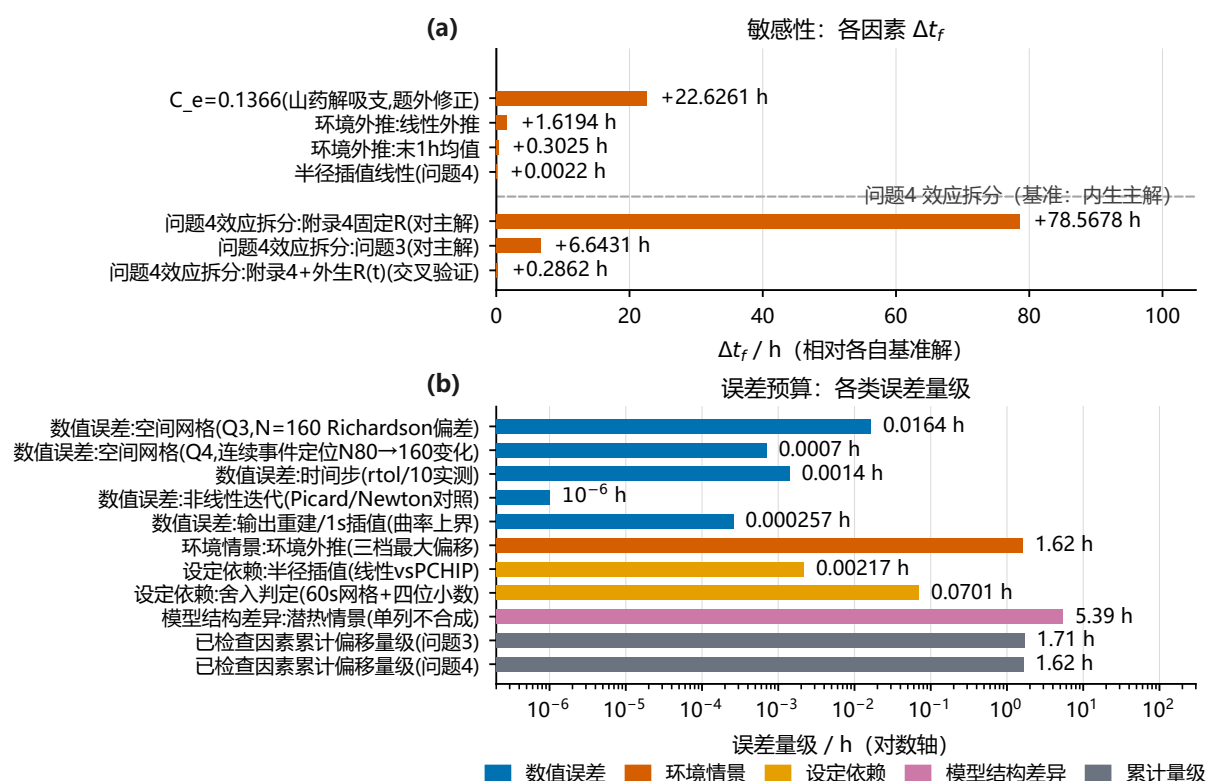

图 16 敏感性条形图: 各因素的 Δt_f 画成横向条形, 其中边界汇取值 $C_e = 0.1366$ (超出题设的修正) 的偏移 +22.63 h 最大, 环境外推 +1.62 h 次之, 半径插值仅 +0.002 h
每组都实测 Δt_f , 见表 12 与图 16。边界汇取值 (C_e) 是本题唯一能改变结论量级的因素: 改用解吸等温线 $C_e = 0.1366$ 后 t_f 增大 22.6 h (39.6%)。主结果一律采用本文
- 论文/ (6): 中药材烘干热湿耦合建模、守恒求解与模型检验.pdf、`result1.xlsx`、`result2.xlsx`、`result3.xlsx`、`result4.xlsx`、AI 工具使用声明.docx;
- 论文/支撑材料/代码/ (13): `analytic_heat.py`、`endogenous_calibrated.py`、`latent_scenario.py`、`mech_shrinkage.py`、`plot_all.py`、`run_all.py`、`run_m4.py`、`run_q1.py`、`run_q23.py`、`run_q4.py`、`solver_q1.py`、`solver_q23.py`、`solver_q4.py`;
- 论文/支撑材料/数据/ (20): `run_mech_A.py`、`run_mech_mainline.py`、`run_mech_refit.py`、`run_q4_endo.py`、`run_q4_endo_fields.py`、交付口径-核对.py、结果总账.csv、`paper_tables.csv`、`q4_endo_eval.csv`、`q4_split.csv`、`q4_endo_convergence.csv`、`mechRefit.csv`、`sensitivity.csv`、`error_budget.csv`、`latent_scenario.csv`、`D_of_C.csv`、`surface_flux.csv`、交付口径.md、力学升级 _ 修复重标定.md、内生收缩模型.md;
- 论文/支撑材料/结果/ (0): 空目录 (脚本的结果写入处, 交付结果同时在包根目录);
- 论文/支撑材料/图表/ (17): `fig1_ 输入数据.pdf`、`fig2_ 问题 1 解析验证.pdf`、`fig3_ 温湿剖面.pdf`、`fig4_ 达标穿越.pdf`、`fig5_ 敏感性.pdf`、`fig6_ 收缩机制分析.pdf`、`fig7_ 内生收缩贴合.pdf`、`fig9_ 截面演化.pdf`、`fig10_ 力学升级.pdf`、`fig11_ 扩散系数与时间尺度.pdf`、`fig12_ 温度场时空云图.pdf`、`fig13_ 水分场时空云图.pdf`、`fig14_ 表面通量与表面扩散系数.pdf`、`fig15_ 收敛与守恒检验.pdf`、`fig16_ 中心表面演化与半径收缩.pdf`、`fig17_ 几何模型与边界条件示意图.pdf`、`_fig4_ 对照 _ 附 4 固定 R_maxU.csv`;
- 论文/支撑材料/源码/ (7): 中药材烘干热湿耦合建模、守恒求解与模型检验.tex、tables.tex、gen_tables.py、check_abstract.py、check_numbers.py、check_refs.py、check_table6.py。